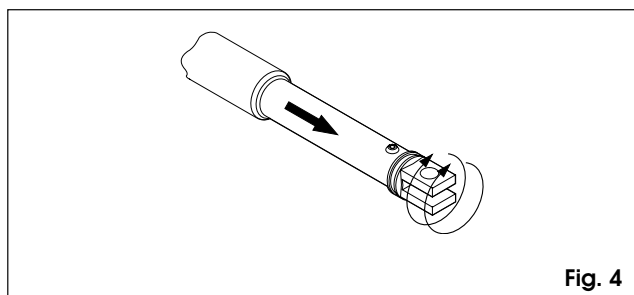

Fig. 4
- 4) Estrarre completamente lo stelo fino a battuta (fig. 4).
- 6) Ruotare di due giri in senso orario lo stelo dell'operatore (fig. 4).